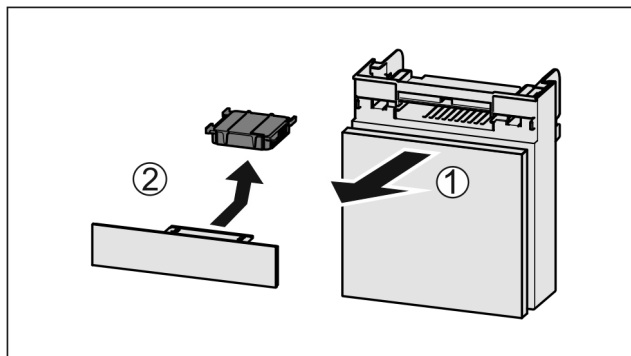

Fig. 142
- ▶ Вытянуть Fig. 142 (1) отделение движением вперед.
- ▶ Извлечение Fig. 142 (2) фильтра с активированным углем.